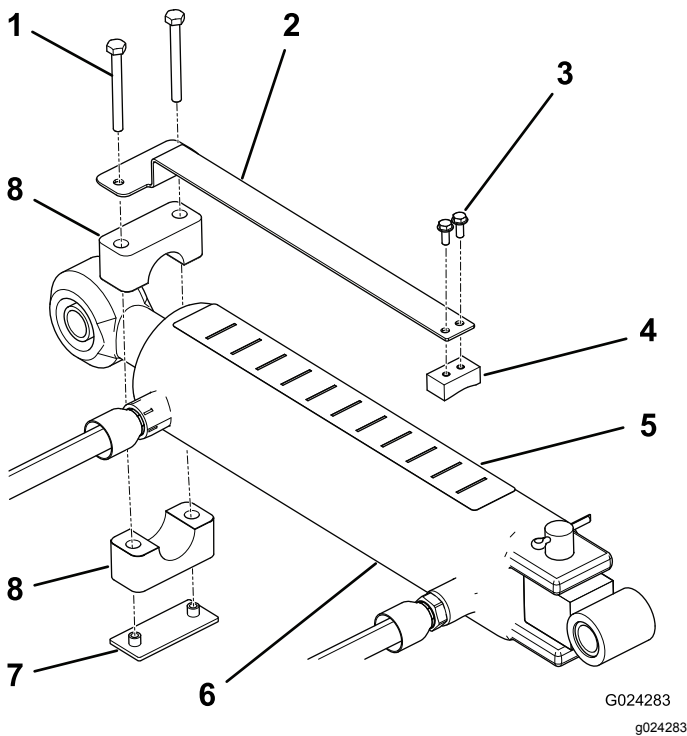

Figura 8
- Montate l'indicatore di profondità sul lato piatto del pattino con due viti macchina (n° 10 x 1/2") posizionando i componenti come mostrato nella Figura 8.
3. Vite macchina (2)
- Utilizzate serratubo, piastra a saldare e 2 viti ($\frac{1}{4}$ " x $2\frac{1}{2}$ "") per montare senza stringere l'indicatore di profondità sulla testa di biella del cilindro dell'attacco superiore (Figura 8). Verificate che i morsetti siano sufficientemente allentati da potere essere ruotati nella posizione desiderata.
- Applicate l'adesivo della profondità nella parte superiore del cilindro, in una posizione visibile all'operatore e in modo da non interferire con i flessibili idraulici o da creare altre ostruzioni (Figura 8). L'estremità dell'adesivo con la lettera "J" deve essere rivolta verso l'arieggiatore.